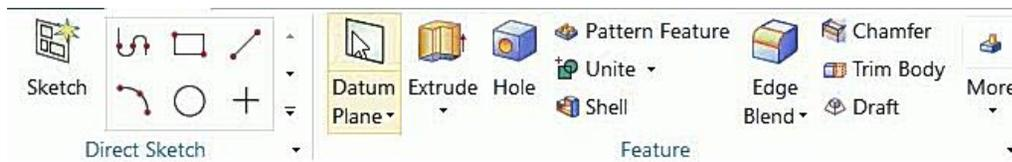

Figura 5.5 Menú, sección **Feature**.
- En el menú superior, en la sección de **Feature**, dar click en **Datum Plane** (Figura 5.5).